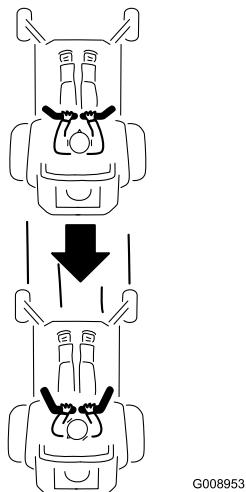

Figure 15
2. Pour faire marche arrière, vérifiez que la voie est libre derrière la machine et sur sa trajectoire tout en tirant lentement les leviers de commande de déplacement en arrière (Figure 15).
Pour vous déplacer en ligne droite, appliquez une pression égale sur les deux leviers de déplacement (Figure 15).